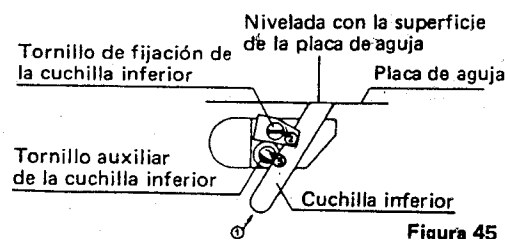

Figura 45
4. Gire hacia la derecha el tornillo auxiliar de la cuchilla inferior 45 grados (1/8 de vuelta) para que ejerza presión sobre la cuchilla inferior. (Figura 45)